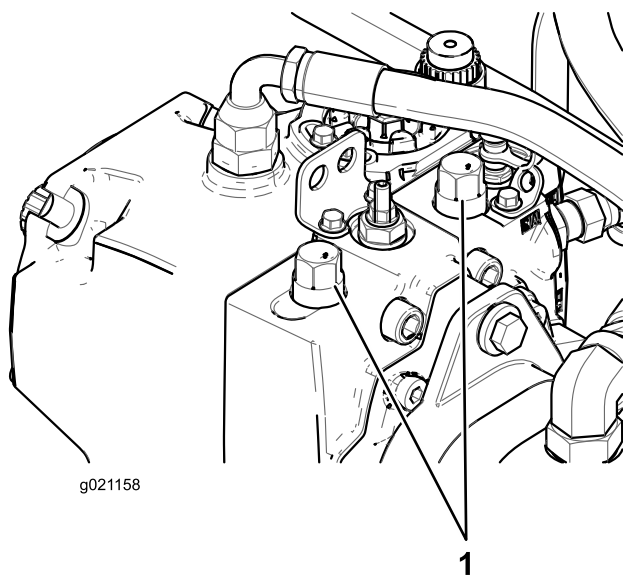

Figura 40
1. Levante el capó y localice las válvulas de desvío en la bomba (Figura 40).